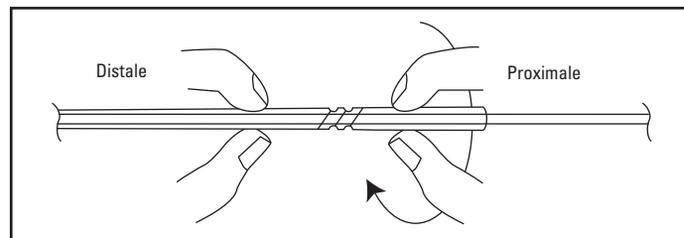

Figure 9. Verrouillage par rotation dans le sens horaire
6. Verrouiller le système d'occlusion IDC en fibre Interlock en position en pinçant délicatement la gaine d'introduction de chaque côté du mécanisme de verrouillage Twist-Lock et en faisant tourner la partie proximale dans le sens horaire (Figure 9).